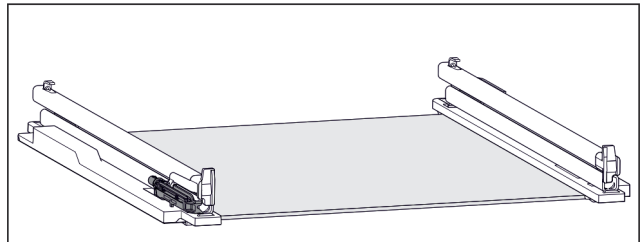

Fig. 120 Dämpfungseinheit
- An der linken Schiene ist die Dämpfungseinheit befestigt. (siehe Fig. 120) An der rechten Schiene ist keine Dämpfungseinheit befestigt.